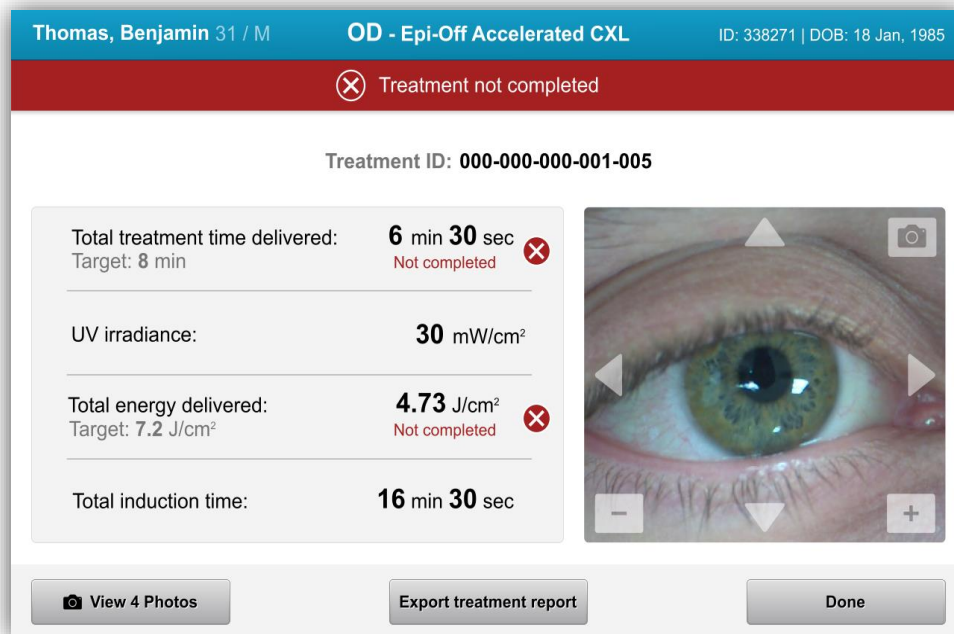

Figura 3-31. Treatment Not Completed (Trattamento non completato)
- Le informazioni relative al trattamento parziale verranno visualizzate come mostrato nella Figura 3-31.